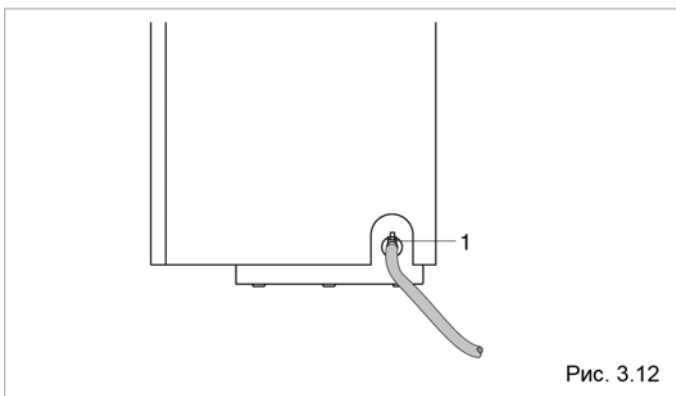

Рис. 3.12
– Присоедините резиновый шланг к штуцеру сливного крана (1) и откройте кран (рис. 3.12).